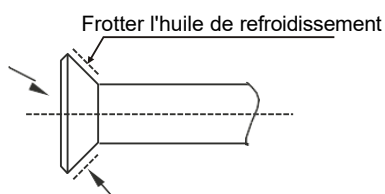

Fig. 5.1
- b. Enduire la surface extérieure du raccord évasé et la surface conique de l'écrou de raccordement d'huile de refroidissement (il doit s'agir d'une huile moteur compatible avec un tel fluide de refroidissement) et le serrer 3 ou 4 fois à la main (Fig. 5.1) avant de serrer l'écrou évasé.